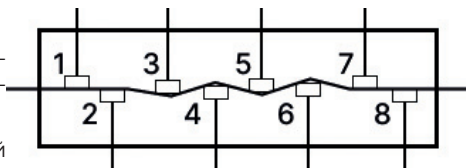

рис. 4
- Проведите регулировку прижимных роликов, для этого ослабьте контргайки и прижмите ролики, как на рис. 4. После регулировки закрутите контргайки.